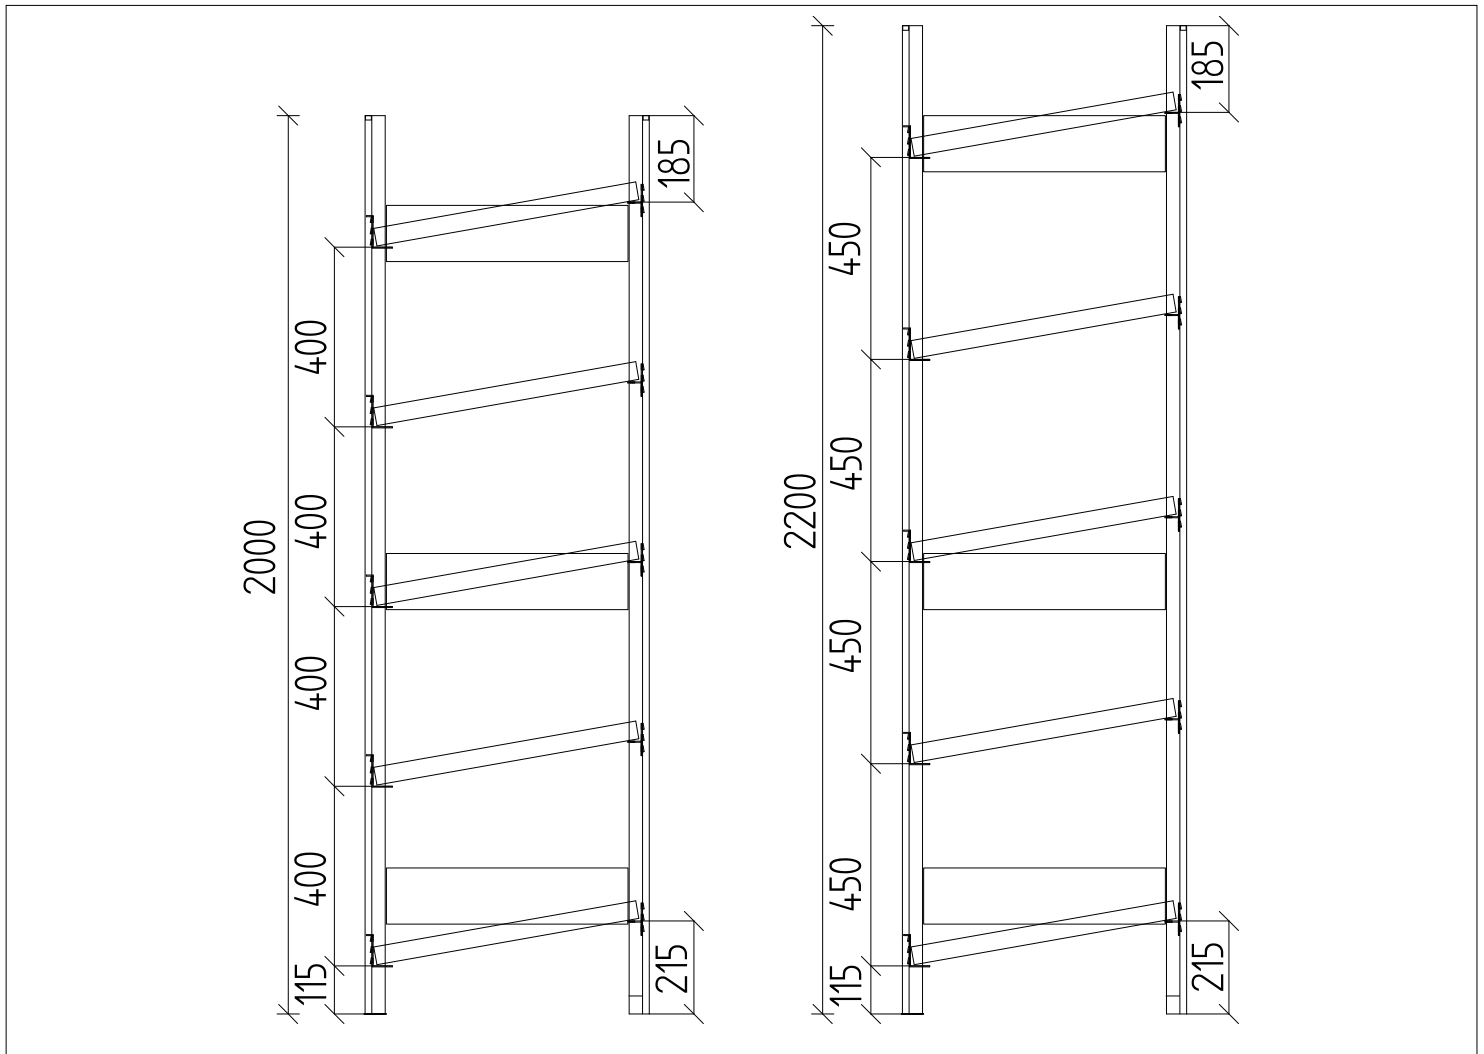

Abb. 7
1.8 Die Aussteifungstraversen für den obersten Fachboden werden entsprechend Abb. 7 eingehängt und mit Sicherungsstiften gesichert. Anschließend werden die Seitenbleche und der Fachboden eingelegt.
1.9 Die übrigen Traversen, Seitenbleche und Fachböden werden in der Höhe gleichmäßig verteilt einmontiert (Abb. 7).